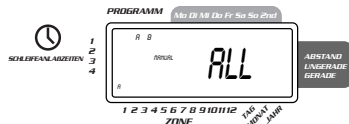

ABBILDUNG 10: Halbautomatische Bewässerung für Stationen, die für A und B-Programme bestimmt sind.
- Die Wählscheibe auf **AUTO** drehen, dann die **MANUELL**-Taste drücken. Die Anzeige zeigt "**AB**", "**MANUAL**" und "**ALL**" blinkt [siehe Abbildung 10]. Das zeigt an, daß alle sechs (oder 12) Stationen im A und B Programm für die vorbestimmte Zeitspanne nacheinander halbautomatisch bewässern.